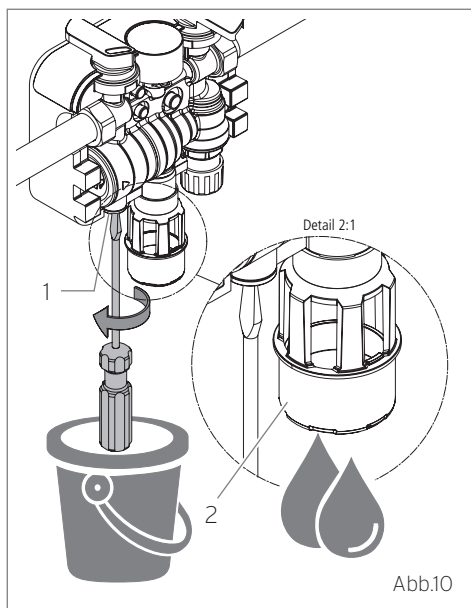
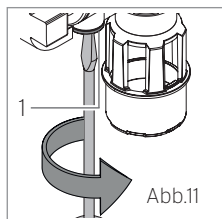

Abb.10
Abb.11
- Abb.10: Manometerstopfen [Pos.1] in Pfeilrichtung drehend lösen bzw. öffnen, ein geeignetes Auffanggefäß (z. B. einen Eimer) platzieren.
- Abb.10: währenddessen den Ablauftrichter [Pos. 2] beobachten. Bei einwandfreier Funktion entleert sich nun die **Mitteldruckkammer über den Ablauftrichter**
- – **konstanter, ständiger Flüssigkeitsaustritt:** Ausgangsrückflussverhinderer (RV) überprüfen, ggf. austauschen (hierzu: Kapitel 12 „Ersatzteile / Zubehör“)
- Abb.11: nach der Funktionsprüfung Manometerstopfen [Pos.1] in Pfeilrichtung drehend schließen
- beide Absperrgriffe [Abb.3 / Pos.1 und Pos.2] schließen (= „**Geschlossenstellung**“). Armatur drucklos machen durch Öffnen und Schließen des Manometerstopfens zur Eingangsdruckzone [Abb.10; Pos.1],